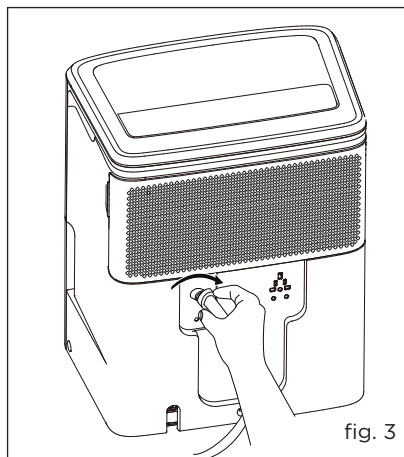

fig. 3
d. Vissez le tuyau de jardin à la portion fileté du connecteur de purge. (fig. 3)